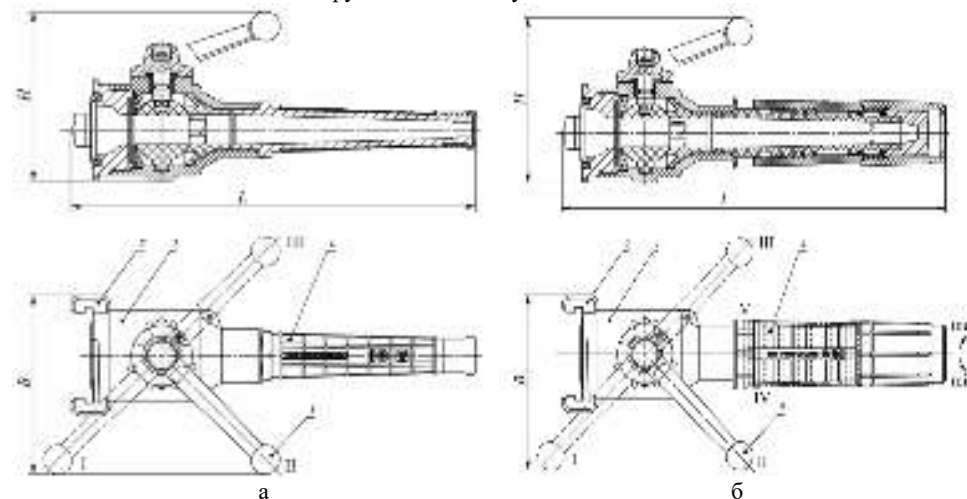

Рис. 1. Конструкция ручного пожарного ствола: а – РСР-50; б – РСР-50
- минимальный;	—	0,70 (40)
- максимальный.	0,70 (40)	1,22 (70)
6. Габаритные размеры (рис. 1, 2), мм, не более:
- высота (H);	150	150
- длина (L);	350	365
- ширина (B).	155	155
3.1. Стволы (рис. 1) состоят из корпуса 1, соединительной головки 2, перекрывающего устройства с рукояткой 3 и насадком 4 (регулируемым насадком для ствола РСР-50). По требованию заказчика стволы могут дополнительно комплектоваться плечевым ремнем.
Положение рукоятки 3 (рис. 1) перекрывающего устройства для перекрывания и образования компактной или распыленной струи воды:
4.2. Ствол РСР-50 дополнительно снабжен устройством, позволяющим изменять угол факела распыленной струи в зависимости от положения гайки регулируемого насадка 4 (рис. 1 б);
6.1. При подготовке к работе ствол следует надежно соединить с рукавной линией. Установить рукоятку 3 (рис. 1) ствола в положение, необходимое для формирования определенного вида струи и направить её на очаг пожара. Дать сигнал готовности к работе.